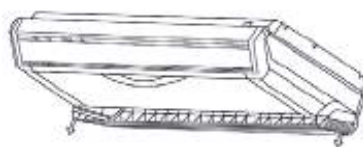

Рисунок 6.6
- Для чистки фильтра-сетки необходимо извлечь его из корпуса блока. Для этого откройте крышку передней панели блока и потяните фильтр вниз и на себя (см. рисунок 6.6)